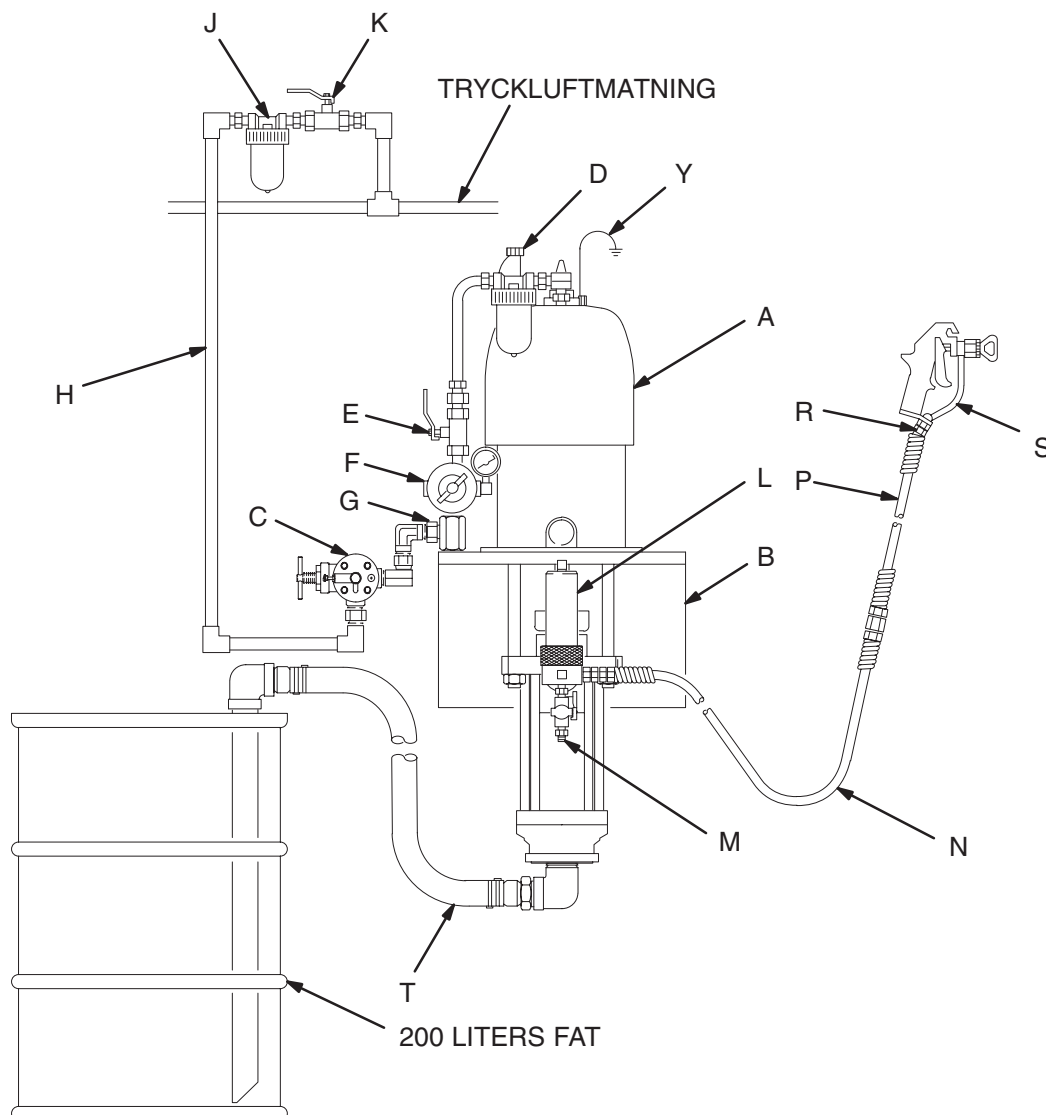

Fig. 3
Fig. 3 är enbart en vägledning vid val och installation av systemkomponenter och tillbehör. Kontakta din Graco-leverantör så får du hjälp med konstruktion av ett system som är anpassat till dina specifika behov.
Montera pumpen (A) så att den passar för planerad installation. Fig. 3 visar ett väggmonterat system. Pumpdimensioner och monteringshålens hålschema finns på sidorna 43 och 44.
Montera följande tillbehör på plats enligt Fig. 3, med användning av adaptrar där så krävs:
- **Ett vätskefilter (L)** med 60 mesh (250 mikrometer) rostfritt stålelement som filtrerar partiklar ur vätskan när den lämnar pumpen. Filtret inkluderar en **dräneringskran för vätska (M)**, som krävs i systemet för att släppa trycket i slang och pistol (se **VARNINGEN** till vänster).
- **En pistol (S)** för sprutning av vätskan. Pistolen i Fig. 3 är en högtryckspistol för vätskor med låg till medelhög viskositet.
- **En svivelkoppling (R)** ger friare pistolrörelser.
- **En sugrörsats (T)** låter pumpen suga vätska ur ett 200-liters fat.